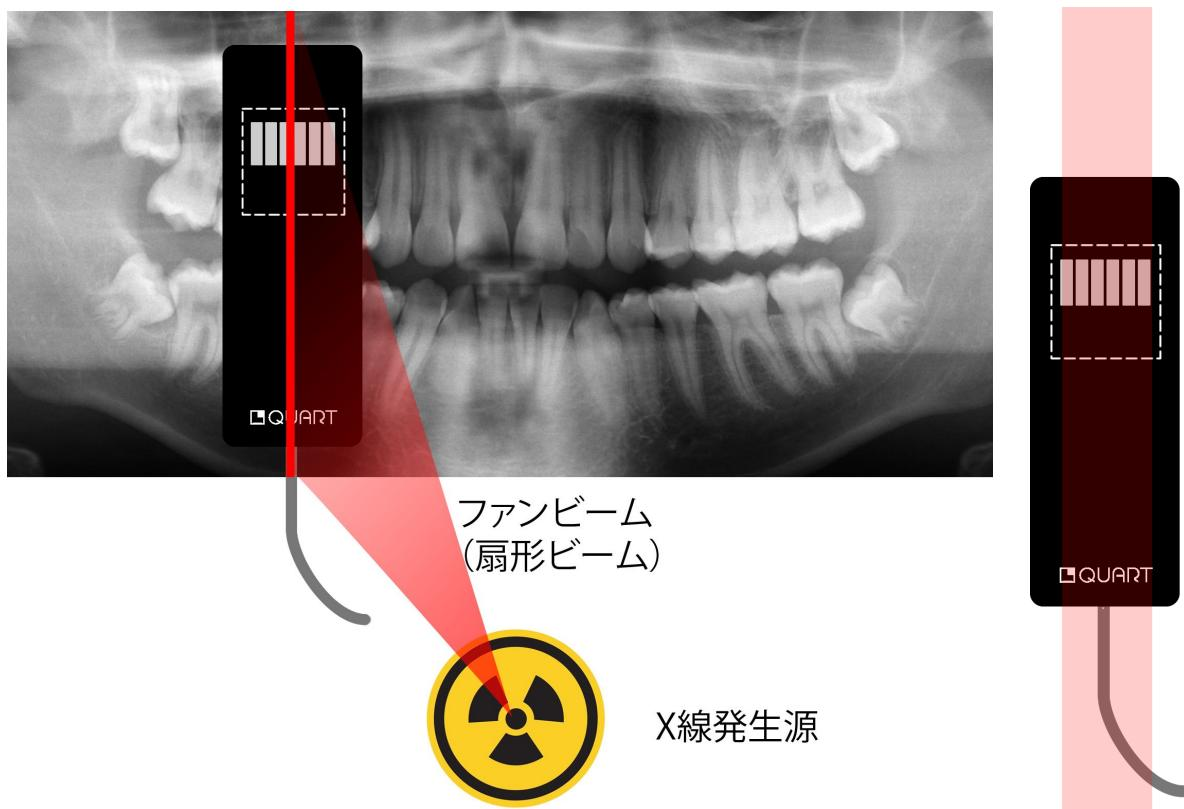

図 6-1
- X 線のファンビームに対して検出器の 1cm 幅方向が揃うように、ファンビームと検出器を平行に配置してください。 (図 6-1)
- 検出器の検出窓とファンビームの幅を合わせてください。 (図 6-1)